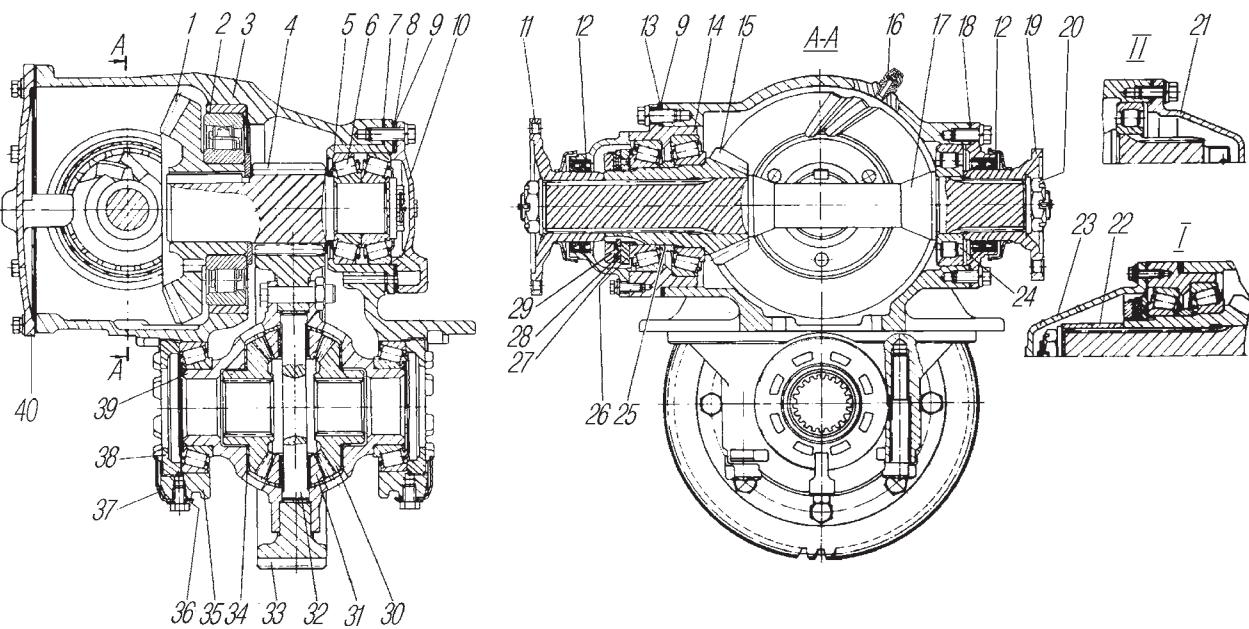
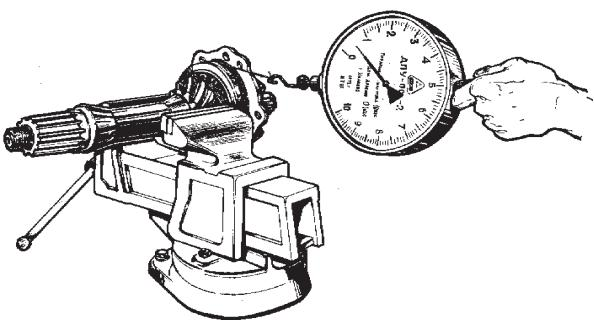

Рис. 34. Главная передача:
Рис. 38. Проверка регулировки подшипников ведущей конической шестерни
**Главная передача** моста двойная, состоит из пары конических шестерен 1 и 15 (рис. 34) со спиральными зубьями и пары цилиндрических шестерен 4 и 33 с косыми зубьями. К ведомой цилиндрической шестерне болтами прикреплен симметричный конический дифференциал с четырьмя сателлитами.
Шестерни и подшипники главной передачи смазываются маслом, заливаемым в картер моста и картер главной передачи до уровня контрольного отверстия. Масло подхватывается шестернями, разбрызгивается и через роликовый подшипник 2 (см.рис. 34) попадает в полость конических шестерен картера главной передачи, откуда стекает в картер моста.
Рассчитать величину уменьшения толщины регулировочной шайбы 25 (см.рис. 34) (величина зазора плюс 0,03-0,05 мм предварительного натяга). Отвернуть гайку, снять подшипник и регулировочную шайбу. Прошлифовать (или подобрать) шайбу до требуемого размера, установить шайбу и собрать подшипниковый узел ведущей конической шестерни. Момент затяжки гаек 450–500 Н.м (45-50 кгс.м). Законтрить контргайку, отогнув шайбу на одну из граней. Крутящий момент, необходимый для проворота ведущей конической шестерни в подшипниках, должен быть 0,6-1,4 Н.м (0,06-0,14 кгс.м). Усилие на динамометре при размотке шнура с поверхности стакана 7,5-17,5 Н (0,75-1,75 кгс) (рис. 38).
2. Отрегулировать предварительный натяг подшипников промежуточного вала. Регулировать подшипники подбором пакета прокладок 8 (см.рис. 34) под крышкой 9 стакана 5. Крутящий момент, необходимый для проворота промежуточного вала, должен быть 0,9-1,5 Н.м (0,09-0,15 кгс.м).
4. Установить дифференциал и отрегулировать подшипники дифференциала. Болты крепления крышек подшипников дифференциала затянуть моментом 250-320 Н.м (25-32 кгс.м). Подшипники дифференциала регулируются гайками 38 (см. рис. 34). После затяжки гаек расстояние между крышками подшипников дифференциала должно увеличиться на 0,04-0,14 мм. Во время регулировки нужно проворачивать дифференциал для установки роликов в подшипниках. Венец ведомой цилиндрической шестерни должен быть расположен симметрично относительно венца ведущей шестерни.